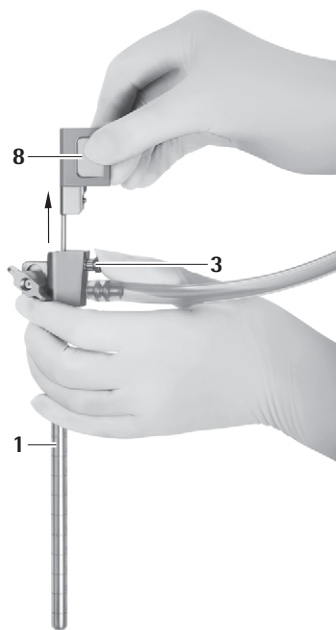

Рис. 10
- ▶ Нажать деблокирующую кнопку 3 и осторожно извлечь obturator оптического канала 8 из троакара MINOP InVent 1, см. Рис. 10.